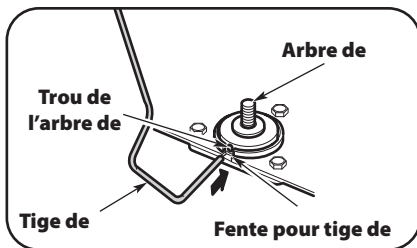

Figure 2
1. Alignez le trou de l'arbre de sortie avec la fente de la tige de blocage. Insérez la tige de blocage dans la fente et dans le trou de l'arbre de sortie. Voir Figure 2.
4. Alignez le trou de l'arbre de sortie avec la fente de la tige de blocage. Insérez la tige de blocage dans la fente et dans le trou de l'arbre de sortie. Voir Figure 2.